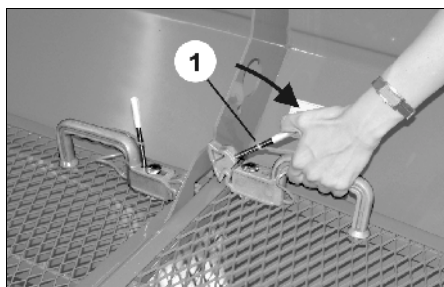

Fig. 17
- (Fig. 17/1) Låse op position beskyttelsesgitteret låses op
2. Tag fat i håndtaget og værktøjet drejes mod håndtaget (Fig. 17).